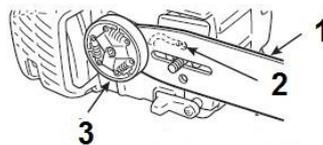

Fig. 23
- Pulire la scanalatura della barra (Fig. 23-①) con un cacciavite piccolo.
- Pulire il foro dell'olio (Fig.23-②) con un filo d'acciaio.
- Controllare l'ingranaggio (Fig. 23-③) e pulire l'area di montaggio della barra prima di rimontarla o sostituirla.
2. I condotti dell'olio della motosega e il foro dell'olio (Fig. 23-②) sulla barra sono ostruiti	2. Pulirli e liberarli dalle ostruzioni